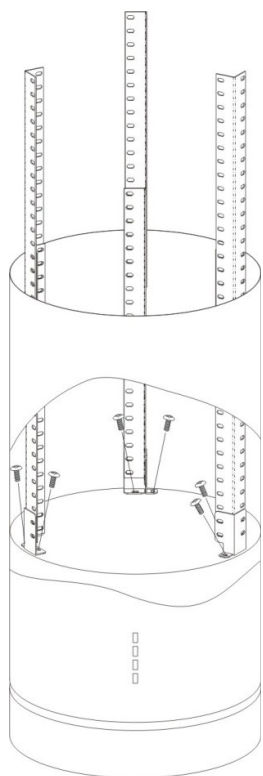

Рис. 4
4. С помощью 6 винтов (M4*10) закрепите угловые крепления на корпусе вытяжки и установите выдвижную трубу. См. рис. 4/5. Установите внутренний короб.